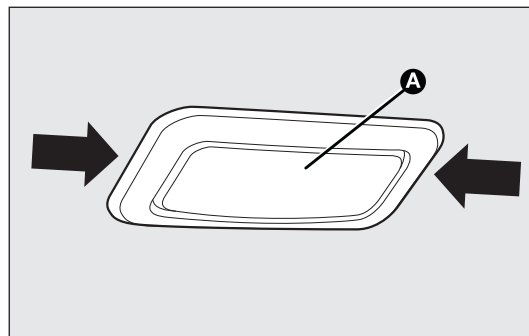

рис. 168
- ❑ снимите плафон А рис. 168 нажатием в показанных стрелками точках;